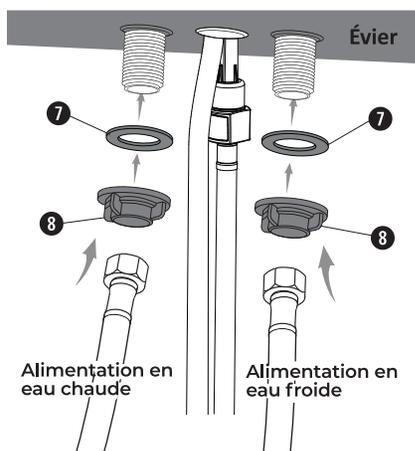

Fig. 13
1. Insérez les **grandes rondelles** 7 et les **écrous de montage** 8 sur les tiges de flexible gauche et droite du robinet, puis serrez les **deux écrous de montage** 8 (voir la fig. 13).
2. Installez de nouvelles conduites d'alimentation en eau conformément aux instructions d'installation du fabricant. **NE réutilisez PAS** les conduites d'alimentation existantes. (voir la fig. 13).